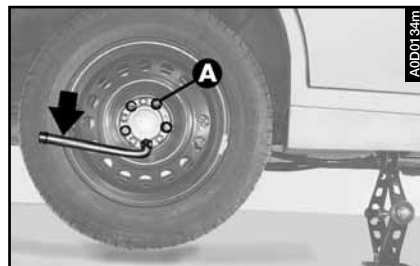

fig. 9
– Desenroscar completamente los bulones de fijación (**A-fig. 9**) y extraer la rueda.